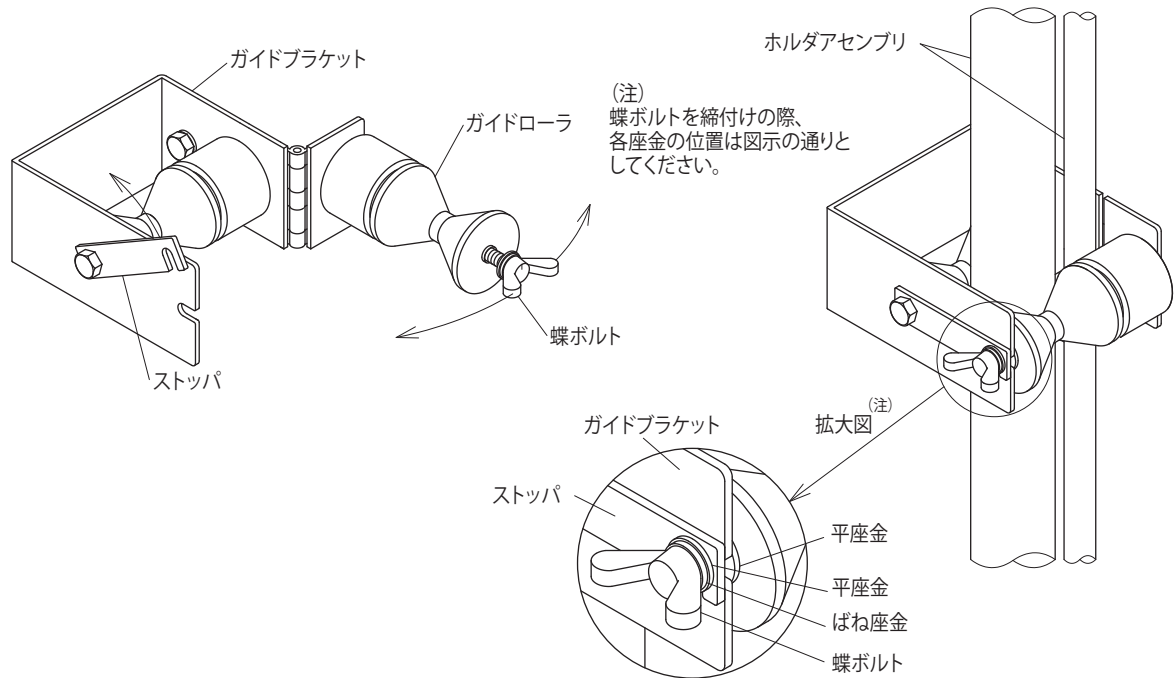

図 4.3 ホルダアセンブリの取付け／取はずし
- (1) 図 4.3 に示すように、ガイドブラケットに取り付けられている蝶ボルトを緩め、ストッパを上回して解除します。(上下のガイドローラ両方を行ってください。)
- (2) 次に、蝶ボルトをそのまま右に押し出すとガイドブラケットが開くので、ホルダアセンブリをガイドローラ間へ移動します。
- (3) 最後にローラを元どおり閉じてストッパを掛け、蝶ボルトを締め付けます。